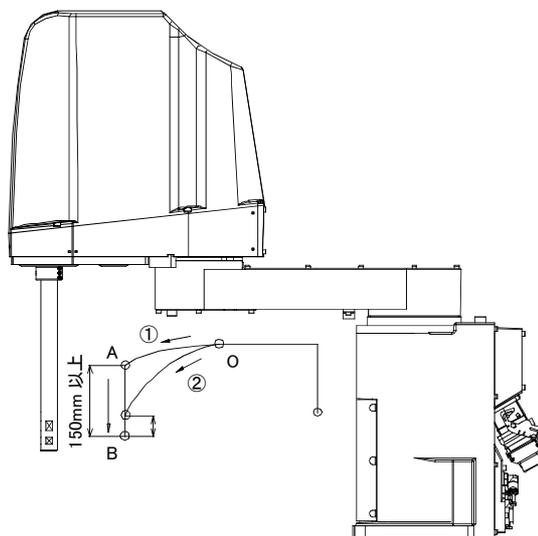

図 2-13 : Z 軸最下端で位置決めする場合の推奨経路
- 3) Z軸最下端付近でワーク位置決めを行う場合、(上記2)で効果がない場合)①の動作(ロボット経路: O → A → C)を行ってください。②の動作(ロボット経路: O → B → C)の場合は残留振動が発生することがあります。(図2-13参照)